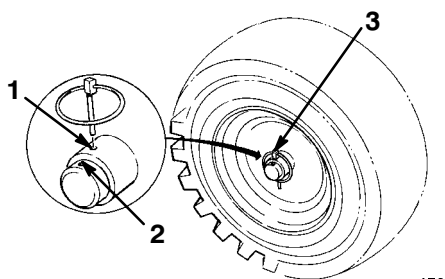

Bild 4
- Schieben Sie die Räder nach innen und bringen den Achszapfen durch die Bohrungen in der Radnabe sowie durch die **innere** Bohrung der Achse an (Bild 4).